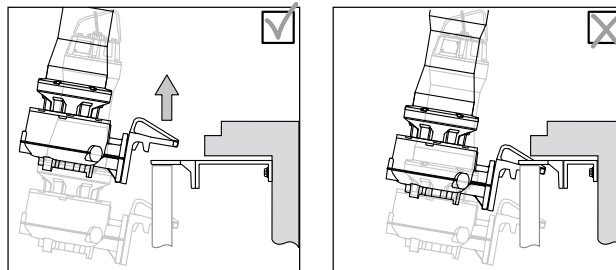

Fig. 11
**ATTENZIONE!** Prima di fissare la staffa-distanziale accertare che, sollevando l'elettropompa, la flangia di accoppiamento possa essere completamente estratta dai tubi guida (Fig. 11).